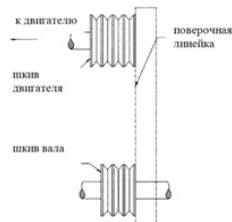

Рисунок 5. Проверка выравнивания ремней
2. Уберите натяжение пока ремни находятся в пазах. Запустите привод примерно на пять (5) минут для «посадки» ремней. Установите максимальную нагрузку. Если ремни проскальзывают, затягивайте их до тех пор, пока они не будут проскальзывать при максимальной нагрузке. Для большинства новых ремней потребуется дополнительное растяжение после их «посадки».
6. Для проверки выравнивания используйте стальную поперочную линейку (см. рисунок 5)